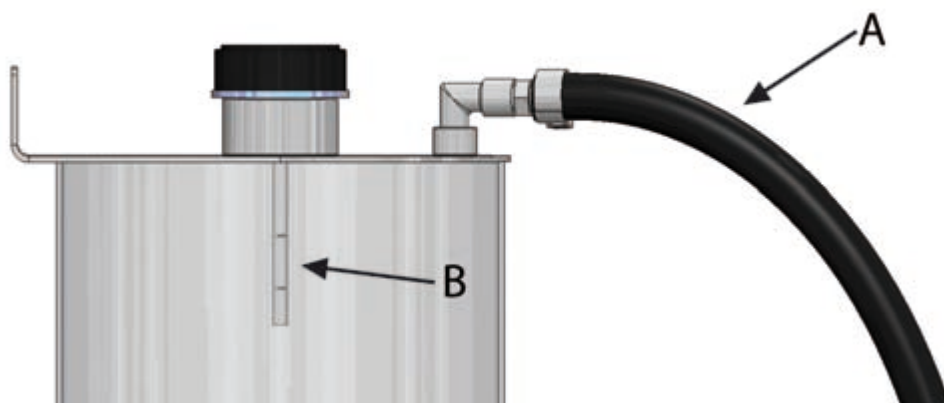

Рисунок 13. Обратный шланг масляного резервуара
4. Удалите обратный шланг резервуара (рис. 13, А) и положите его ниже резервуара.
6. С помощью щупа на крышке резервуара замерьте уровень масла (рис. 13, В). Если в резервуаре недостаточно масла, оно прекратит циркулировать.